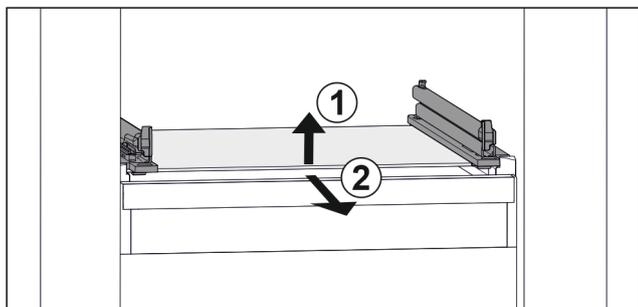

Fig. 46 Primjerni prikaz staklene ploče
- ▶ Staklenu ploču podignite sprijeda. Fig. 46 (1)
- ▶ Izvadite staklenu ploču prema naprijed. Fig. 46 (2)